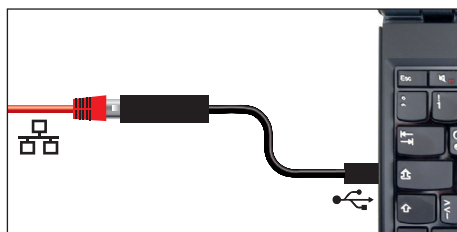

Fig. 7 Convertidor Ethernet–USB
- ▶ Convertidor Ethernet–USB (Fig. 7). Esta pieza permite conectar la conexión de red del equipo (véase la página 12) con la conexión USB de un PC/ordenador portátil.